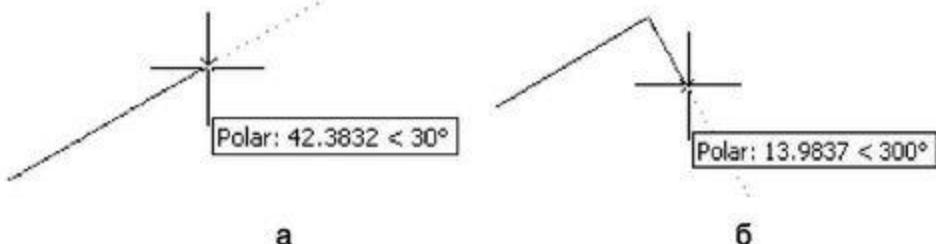
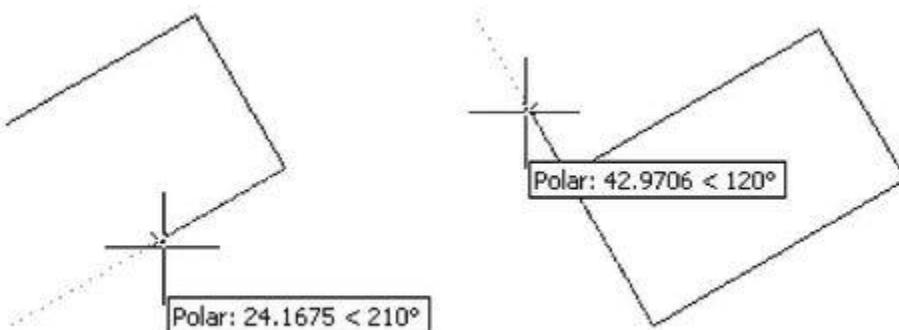

Рис. 3.11. Порядок выполнения построения. Шаг 4 и 5
Рис. 3.12. Порядок выполнения построения. Шаг 6
5. На запрос координат второй точки приблизить курсор мыши к направляющему вектору с углом 30°, и в тот момент, когда этот вектор обозначится, а в информационном окне полярного режима появится соответствующий угол (рис. 3.11а), ввести 50 и нажать Enter.
координат третьей точки приблизить курсор мыши к направляющему вектору, имеющему угол -60° (300°), и в тот момент, когда этот вектор зафиксируется (рис. 3.11б), ввести 30 и нажать Enter. 7. Аналогичным образом задать координаты четвертой и первой точки (рис. 3.12), используя соответственно полярные углы – 150° (210°) и 120° (-240°) и координаты 50 и 30 единиц.